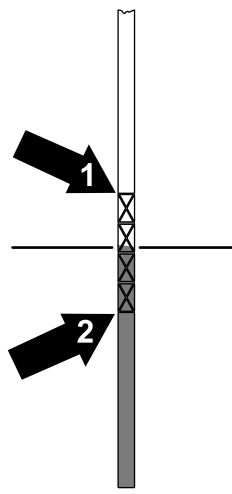

図 55
5. ディップスティックのキャップを取り外し、液面を確認する(図 55)。
6. 液面がレベルゲージの適切な下限マークを下回っている場合は、指定された作動油をタンクに追加する。ディップスティックのキャップをタンクに挿入し、液面がディップスティックの上下のマーク (図 55) の間に現れるまでステップ3から5までを繰り返す。